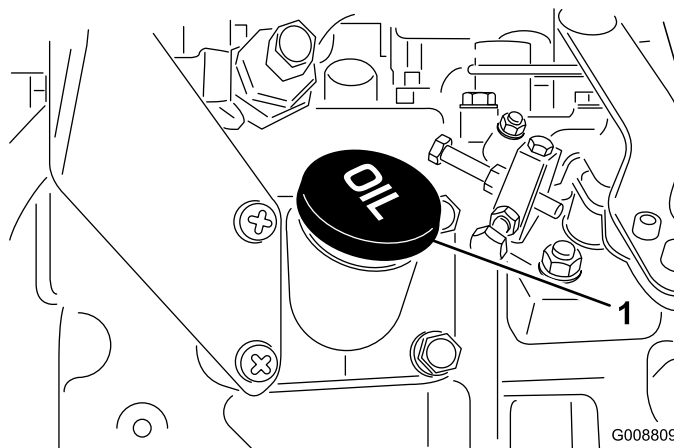

Figura 9
4. Se l'olio non raggiunge la tacca Full, togliete il tappo di riempimento (Figura 9) e aggiungete olio finché il livello non raggiunge la tacca. **Non riempiete troppo.**